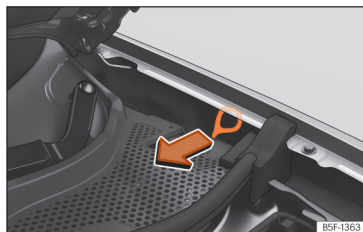

Fig. 64 Entre a lateral esquerda e a dobradiça do capô do motor Puxador para o desbloqueio manual de emergência do conector de carregamento.
O puxador para o desbloqueio manual de emergência encontra-se no lado esquerdo do compartimento do motor, por cima da tomada de carregamento »» Fig. 64.
- Puxe a alavanca »» Fig. 64.